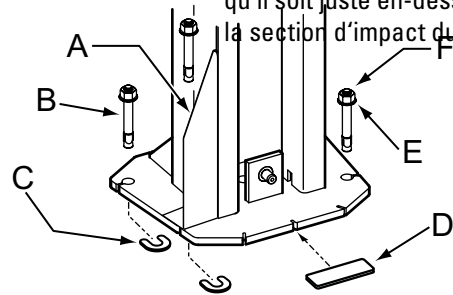

Fig. 7a
7. IMPORTANT En utilisant les cales d'épaisseur en forme de fer à cheval fournies, pourvoir chaque base de colonne de rondelles d'épaisseur jusqu'à ce que chaque colonne soit d'aplomb, fig. 7a. Si une colonne doit être surélevée pour être au même niveau que l'autre colonne, utiliser des cales d'épaisseur pleine taille (kit de cales d'épaisseur de référence). Contrôler de nouveau l'aplomb des colonnes. Pour les ponts élévateurs de la série M, installer les protections des dégagements latéraux, Fig. 7a. Serrer les boulons d'ancrage à un couple de 200 NM (20,4 kg-m). L'épaisseur de la cale d'épaisseur NE DOIT PAS dépasser 13 mm. Ajuster l'aplomb des extensions de colonne. Si les ancrages ne peuvent pas être serrés au couple de 200 Nm (20,4 kg-m), remplacer le béton sous chaque base de colonne par une assise de béton de 1 219 mm x 1 219 mm x 152 mm d'épaisseur 20N/mm² minimum, calée et au même niveau que le sol existant. Laisser le béton prendre avant d'installer les ponts élévateurs et les ancrages.